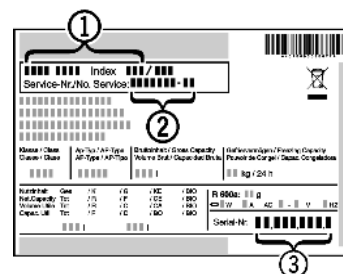

Fig. 7
- Označení přístroje Fig. 7 (1), servisní číslo Fig. 7 (2) a sériové číslo Fig. 7 (3) naleznete na typovém štítku. Identifikační typový štítek je umístěn na levé vnitřní stěně přístroje.
- Informujte zákaznický servis a sdělte poruchu, označení přístroje Fig. 7 (1), servisní číslo Fig. 7 (2) a sériové číslo Fig. 7 (3).